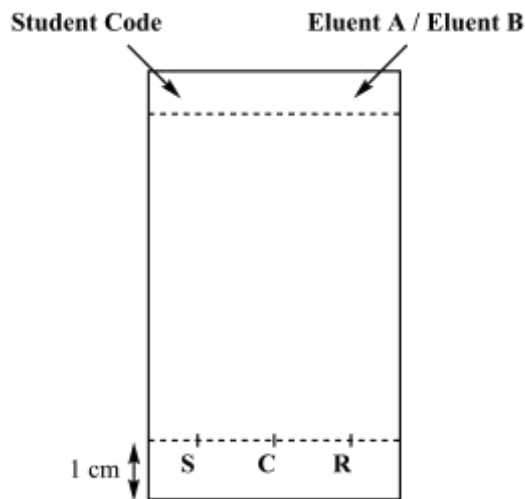

Figura 3. Preparación de una placa de TLC
8. **Prepara la placa de TLF.** Usa un lápiz para **marcar** la línea de siembra (con cuidado, 1 cm por encima de la base de la placa), marca las posiciones donde se sembrarán las 3 muestras. **Etiqueta** las posiciones como **S** (reactivo de partida), **C** (producto impuro), y **R** (producto recristalizado) (vea la Figura 3). En la parte superior derecha de la placa, **escribe** el eluyente utilizado (primero **Eluyente A**, y luego **Eluyente B**). **Siembra** las tres muestras en las placas usando los capilares